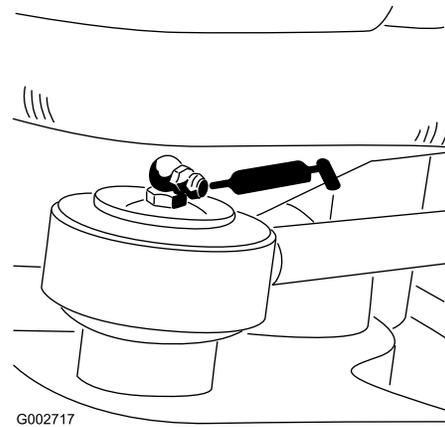

Figure 23
- Extrémité de tige du vérin de direction (1) (modèle 08705 seulement) (Figure 23)